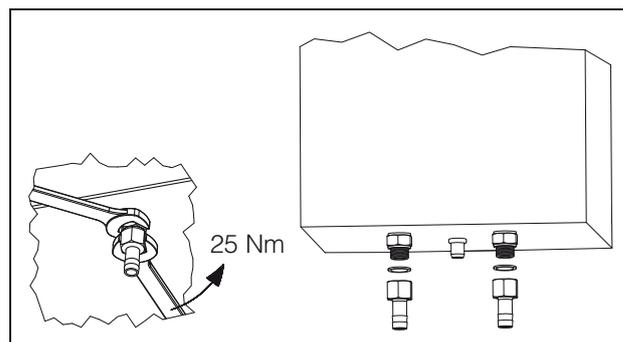

Fig. 16: Rimuovere il tubo flessibile
- In tal caso rimuovere il tubo flessibile dell'apparecchio (vedi fig. 16, pagina 9).